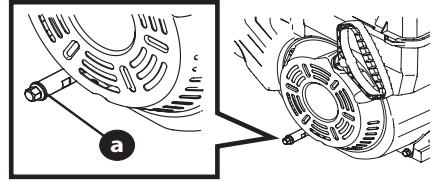

Figure 9
**NOTE :** Le bouchon peut se trouver sur le devant ou à l'arrière du bloc-moteur ou être un tube, selon le modèle du moteur. Figure 9. La Figure 4 à la page 43 représente des exemples.
- Nettoyez la surface autour du bouchon de vidange (a). (Figure 9).
- Retirez le bouchon. (Figure 9).